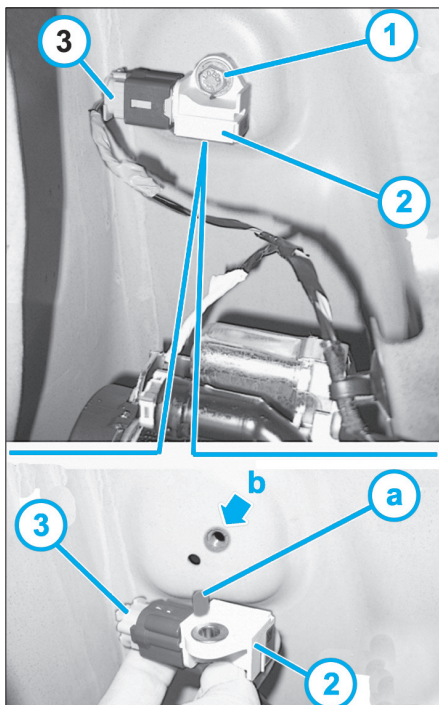

Fig. 16
- Déposer la vis (1) (Fig.16).
- Sortir le capteur de collision d'airbag latéral (2).
- Débrancher le connecteur (3).
- Récupérer le capteur de collision d'airbag latéral (2).